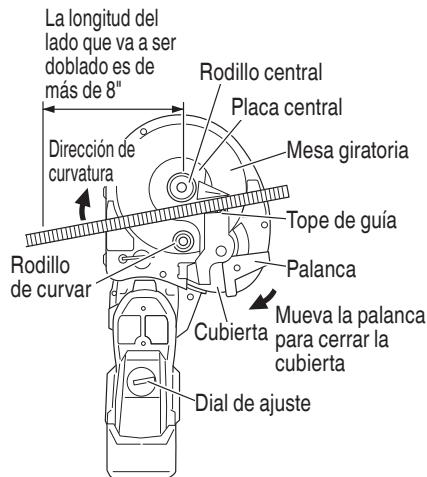

Fig. 47
- La longitud de curvatura mínima requerida es de 8" (200 mm). Si esta longitud de curvatura no es suficiente, la varilla podría desprendese durante la operación de curvado, o partirse en fragmentos y esparcirse peligrosamente (Fig. 47)
- (7) Realice la configuración apropiadamente colocando la varilla contra el tope guía (Fig. 47).